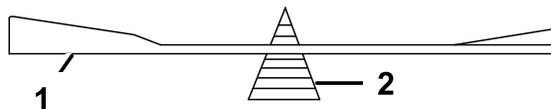

Рисунок 66
2. Проверьте балансировку ножа с помощью балансировочного устройства для ножей (Рисунок 66).